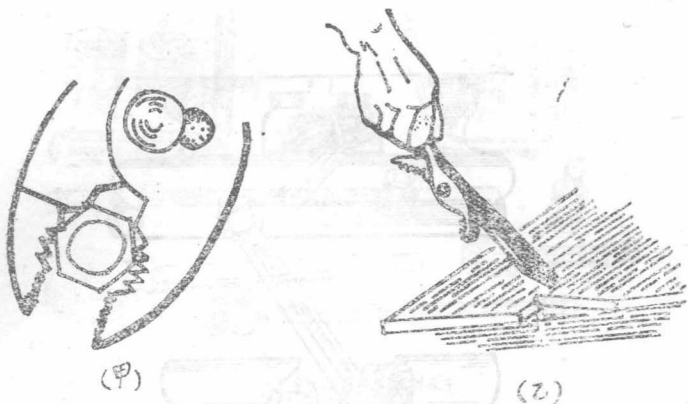

图221 钳子的错误使用
3. 禁止用钳子代替扳手拆装螺栓，或用钳柄代替撬棒使用，如图221所示。不准用钳子夹持过热的工件，以免损坏或退火。